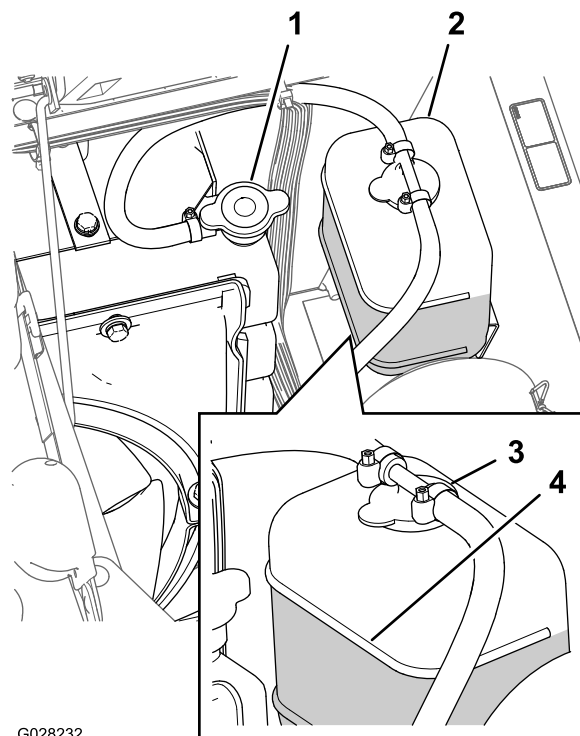

Рисунок 86
3. Осторожно снимите крышку радиатора и крышку расширительного бачка (Рисунок 86).
Примечание: Радиатор должен быть заполнен до верха заливной горловины, а расширительный бачок должен быть заполнен до отметки Full (Полный) на бачке (Рисунок 86).
5. Если уровень охлаждающей жидкости низкий, снимите крышку расширительного бачка и крышку радиатора, долейте жидкость в расширительный бачок до отметки Full (Полный) и в радиатор до верха заливной горловины (Рисунок 86).
6. Установите крышку радиатора и крышку расширительного бачка (Рисунок 86).
2. Подождите, когда двигатель остынет, затем снимите крышку радиатора (Рисунок 86).
6. Снимите крышку радиатора (Рисунок 86).
8. Запустите двигатель с незатянутой крышкой на радиаторе (Рисунок 86).
10. После прогрева охлаждающей жидкости доведите уровень охлаждающей жидкости до уплотнительной поверхности и затяните крышку (Рисунок 86).
11. Откройте крышку расширительного бачка и заполните бачок охлаждающей жидкостью до уровня Cold (Холодный) (Рисунок 86).